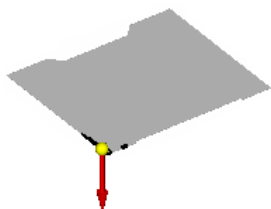
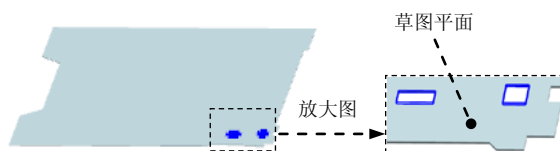

图 8.8.7 定义移除方向
图 8.8.8 法向除料特征 2
(3) 定义法向除料特征属性。在命令条中单击“厚度剪切”按钮  和“全部穿透”按钮 ，并将移除方向调整至图 8.8.7 所示的方向。
(4) 单击  按钮，完成特征的创建。
Step4. 创建图 8.8.8 所示的法向除料特征 2。
(1) 选择命令。在“主页”功能选项卡“钣金”工具栏中单击  按钮，选择  法向除料命令。
(2) 定义特征的截面草图。
① 选取草图平面。在系统 **单击平的面或参考平面。** 的提示下，选取图 8.8.8 所示的模型表面为草图平面。